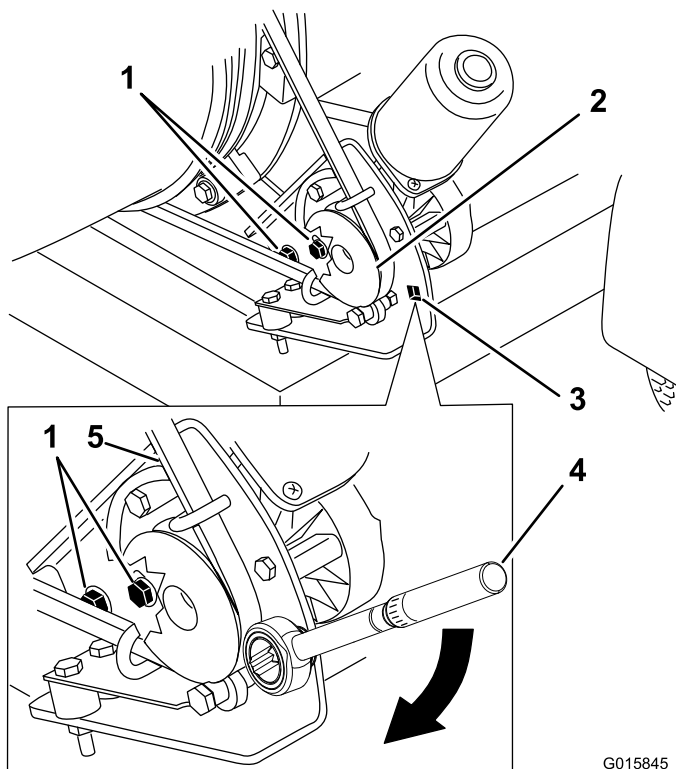

図 33
1. プーリ取り付けブラケットをブローのフレームに固定しているボルトをゆるめる 図 33。
2. プーリ取り付けブラケットにトルクレンチをセットする 図 33。
3. ブローのノズルから離れる方向にブラケットを回し、レンチを締めて、締め付けトルクを 22.6-26.0 N·m 2.3-2.7 kg/cm² = 200-230 in-lb とする 図 33。